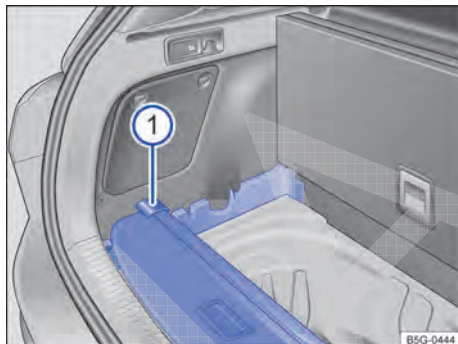

Fig. 177 Sob o assoalho do compartimento de bagagem variável: guardar a cobertura do compartimento de bagagem.
- Colocar a cobertura do compartimento de bagagem removida → Fig. 177 ①, conforme representado, nos rebaixos traseiros dos alojamentos laterais.